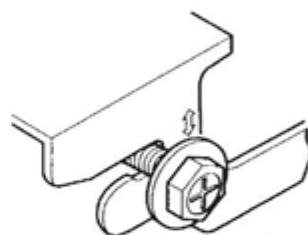

Рис. 7
5. Поднимите блок и сдвиньте вперед, чтобы болт вошел в углубление (см. рисунок 7)